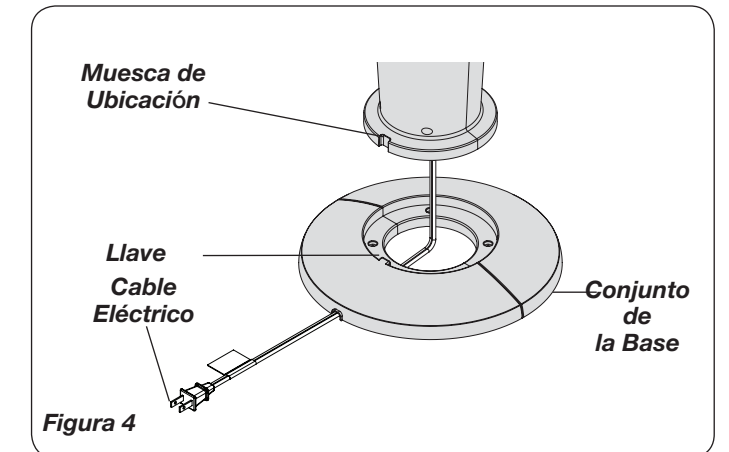
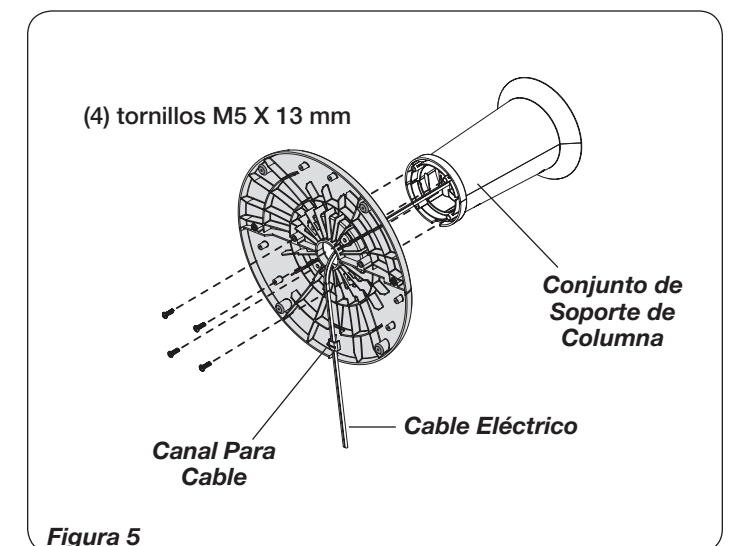

Figura 4
Figura 5
- Alinee el Conjunto de la Base con el Conjunto de Soporte de Columna. Cerciérese de que la Muesca de Ubicación en el Conjunto de Soporte de Columna quede alineada con la Llave en el Conjunto de la Base (Figura 4). Una el Conjunto de la Base al Conjunto de Soporte de Columna con (4) tornillos M5 X 13 mm. Jale suavemente el Cable Eléctrico para que no quede holgado, y colóquelo en el Canal Para Cable del Conjunto de la Base. (Figura 5)